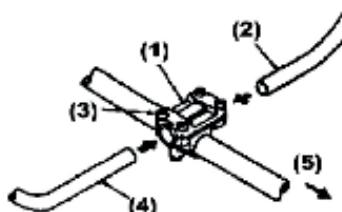

Рис. 3
1. Ослабьте болты (3) на верхней крышке кронштейна (1).
2. Вставьте левую (4) и правую (2) ручки управления в соединительный кронштейн согласно рис. 3 и затяните болты (3).